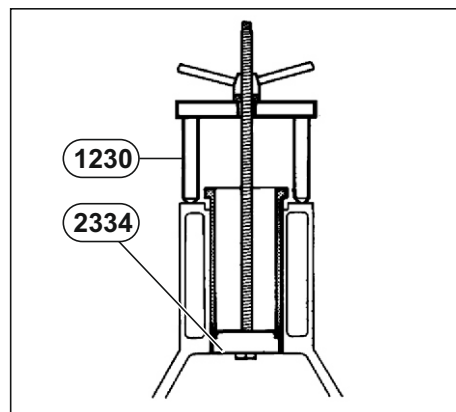

Рис. 42. Снятие гильзы цилиндра.
1. Извлечь гильзы (650.1002021), используя приспособления **1230 + 2334** (см. **Рис. 42**).